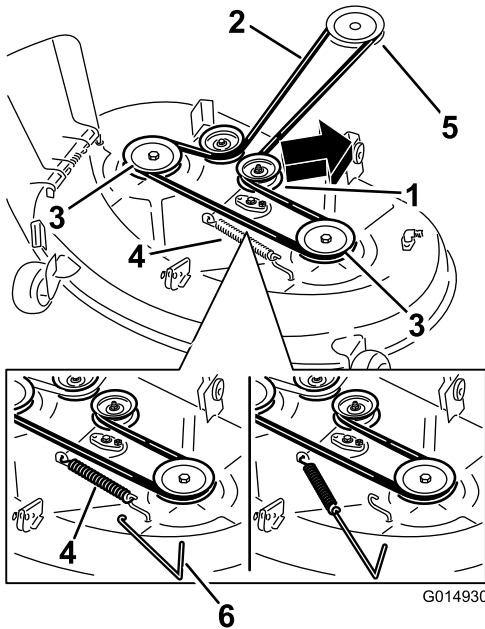

Figura 63
5. Usando una herramienta para la retirada de muelles (Pieza Toro N° 92-5771), retire el muelle tensor del gancho de la carcasa para eliminar la tensión de la polea tensora, y retire la correa de las poleas (Figura 63).
6. Pase la correa nueva alrededor de las poleas del motor y del cortacésped (Figura 63).
7. Usando una herramienta para la retirada de muelles, instale el muelle tensor sobre el gancho de la carcasa y tense la polea tensora y la correa del cortacésped (Figura 63).